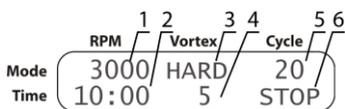

Рисунок 4. СМС-алгоритм
- **СМС-алгоритм.** Установите скорость (рис. 4/1) и время (рис. 4/2) центрифугирования. Установите интенсивность (рис. 4/3) и время (рис. 4/4), вортексирования. Установите количество циклов СМС-алгоритма (рис. 4/5).
5.4.5 После завершения установленного числа циклов, прибор останавливается, дисплей показывает мигающую индикацию STOP (рис. 4/6), сопровождаемую звуковым сигналом. Нажмите кнопку **Run/Stop** чтобы остановить сигнал. Модель **MSC-6000** разблокирует крышку после остановки ротора. Откройте крышку и извлеките пробирки.